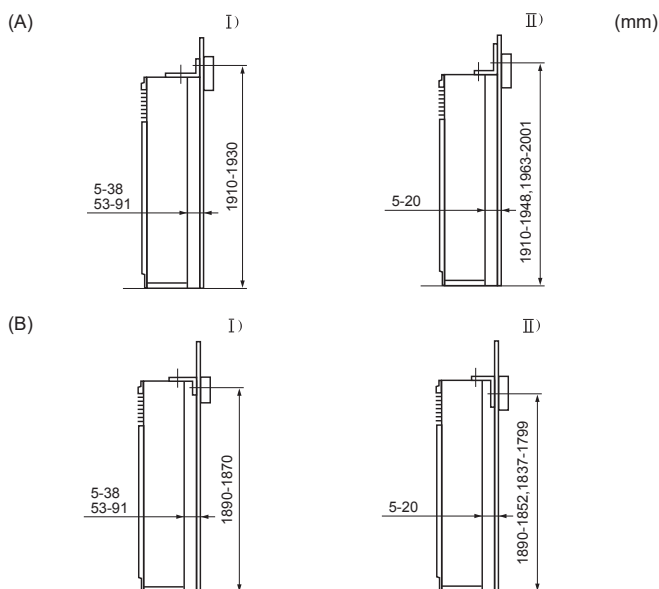

Fig. 3-3
(1) Vältskyddsfäste
- (A) Självbörande skruvar 4 × 10 (med bricka)
- (B) Enhetens långsida
- (C) Enhetens kortsida
Vältskyddsfästet (1) sitter i ytan på enhetens överdel. Tag ur de självbörande skruvarna (2) och sätt sedan tillbaka fästet som illustration visar. För rätt installationsavstånd, se Fig. 3-3.
- (D) Skruv
- (E) Skruva ur skruven (D) och dra sedan gallret mot dig för att avlägsna den.
3.3. Montering av vältskyddsfäste (Fig. 3-3)